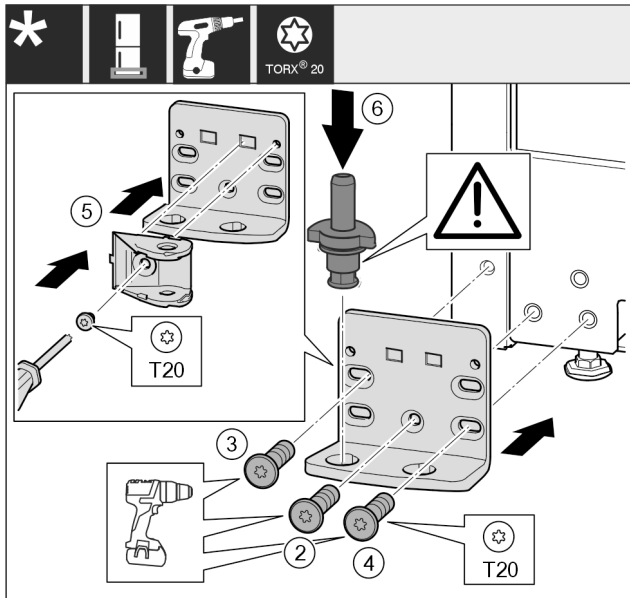

Fig. 49 *
- ▶ Nasadte ložiskovú konzolu na druhú stranu a priskrutkujte ju pomocou skrutkovača. Začnite skrutkou Fig. 49 (2) dole v strede.*
- ▶ Pevne utiahnite skrutku Fig. 49 (3) a skrutku Fig. 49 (4).*
- ▶ Otočte spoj zatváracieho tlmíča Fig. 49 (5) o 180°. Na druhej strane ložiskovej konzoly ho priskrutkujte skrutkovačom.*
- ▶ Úplne nasadte ložiskový čap Fig. 49 (6). Dbajte pritom na to, aby zaisťovací doraz ukazoval smerom dozadu.*